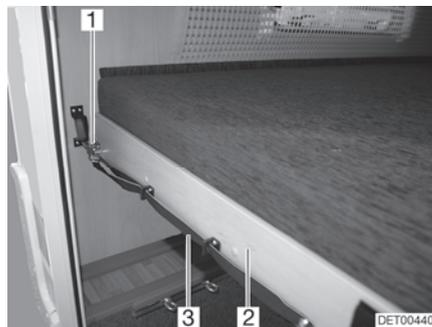

Fig. 78 Lit superposé (arrière)
- Tirer sur la boucle (Fig. 78,3) et désenclencher le verrou (Fig. 78,1).
- Tirer le sommier à lattes (Fig. 78,2) avec le matelas vers l'avant jusqu'à ce qu'il s'enclenche.